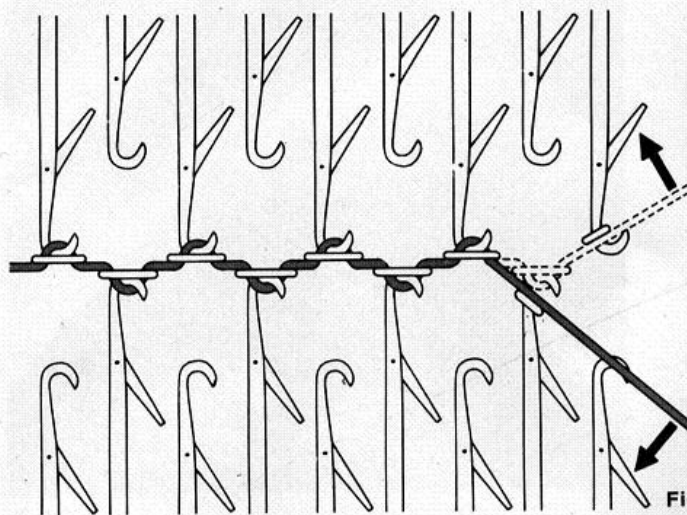

Fig. 73
- En faisant un léger va-et-vient des mailles endroit aux mailles envers, ôter le fil des mailles précédentes qui glisseront d'elles-mêmes dans les crochets des aiguilles (fig. 73).